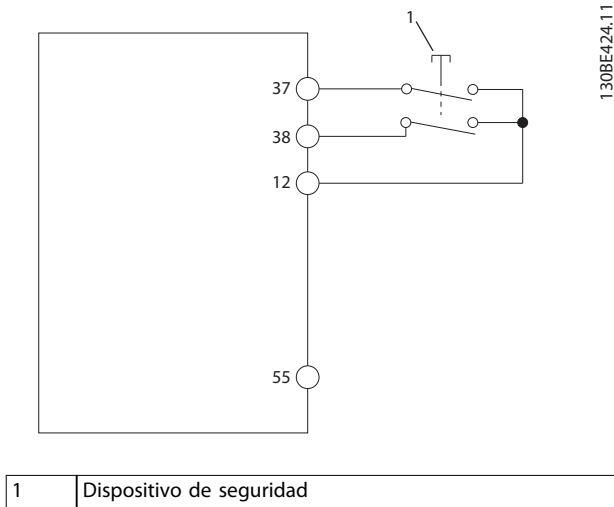
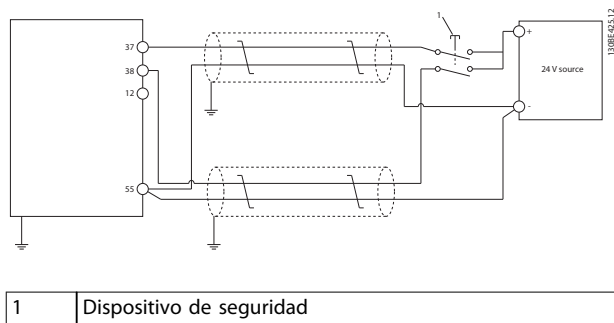

Ilustración 6.4 Cableado de STO en un alojamiento; el convertidor de frecuencia suministra la tensión de alimentación
Ilustración 6.5 Cableado de STO; alimentación externa
2. Conecte un dispositivo de seguridad de doble canal (por ejemplo, un PLC de seguridad, una cortina de luz, un relé de seguridad o un botón de parada de emergencia) a los terminales 37 y 38, para crear una aplicación de seguridad. El dispositivo debe cumplir el nivel de seguridad requerido conforme a la evaluación de riesgos. En la *Ilustración 6.4* se muestra el esquema de cableado de las aplicaciones STO cuando el convertidor de frecuencia y el dispositivo de seguridad están en el mismo alojamiento. En la *Ilustración 6.5* se muestra el esquema de cableado de las aplicaciones STO cuando se utiliza alimentación externa.